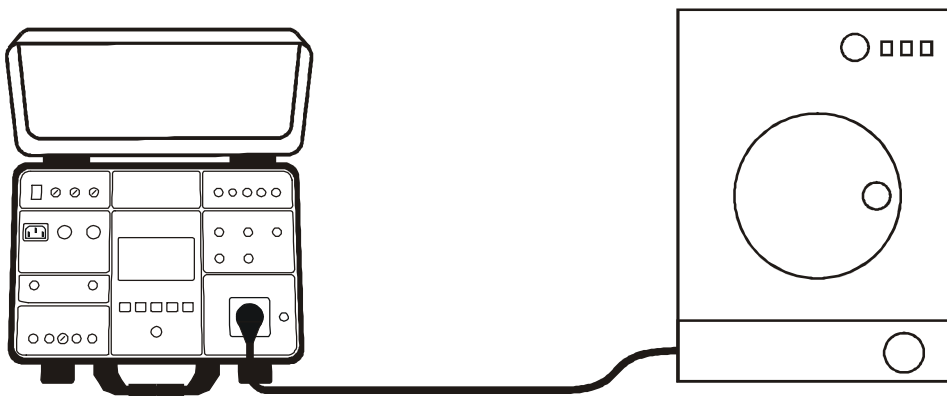

Figura 38: Ligação da UUT à tomada de teste schuko
- 3) Efetuar a medição premindo o botão **START**. A medição será efetuada e o resultado do teste será apresentado a verde e de um sinal acústico curto se conforme a direção de referência (1.2.3.). Se o resultado não estiver conforme a direção de referência (2.1.3.), será apresentado a vermelho e de um sinal acústico prolongado. A figura 38 mostra um exemplo de ecrã com os resultados das medições.